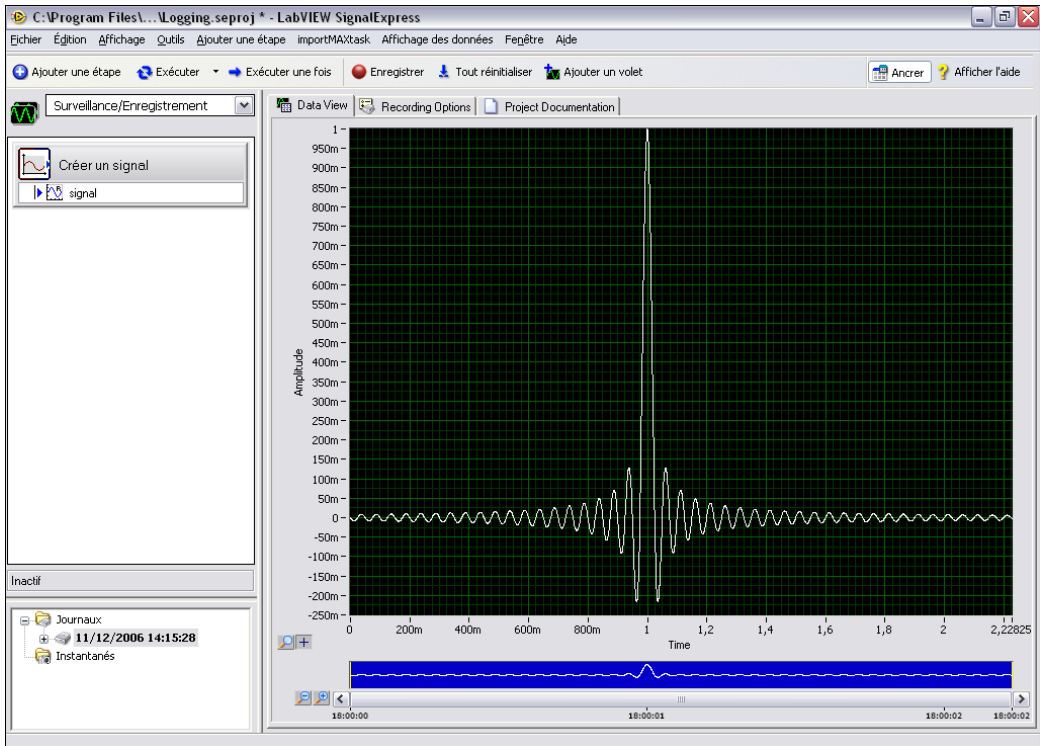

Figure 5-2. Logging.seproj
2. La fenêtre **Données enregistrées** présente la liste de toutes les données enregistrées dans le projet actuel. Sélectionnez le journal de données que vous venez d'enregistrer dans la fenêtre **Données enregistrées** et faites-le glisser dans l'affichage des données. L'affichage des données affiche les données enregistrées et un graphique d'aperçu, comme le montre la figure 5-2. Le signal affiché dans l'affichage des
données peut différer de celui montré dans la figure 5-2 en fonction de la durée d'enregistrement du signal.